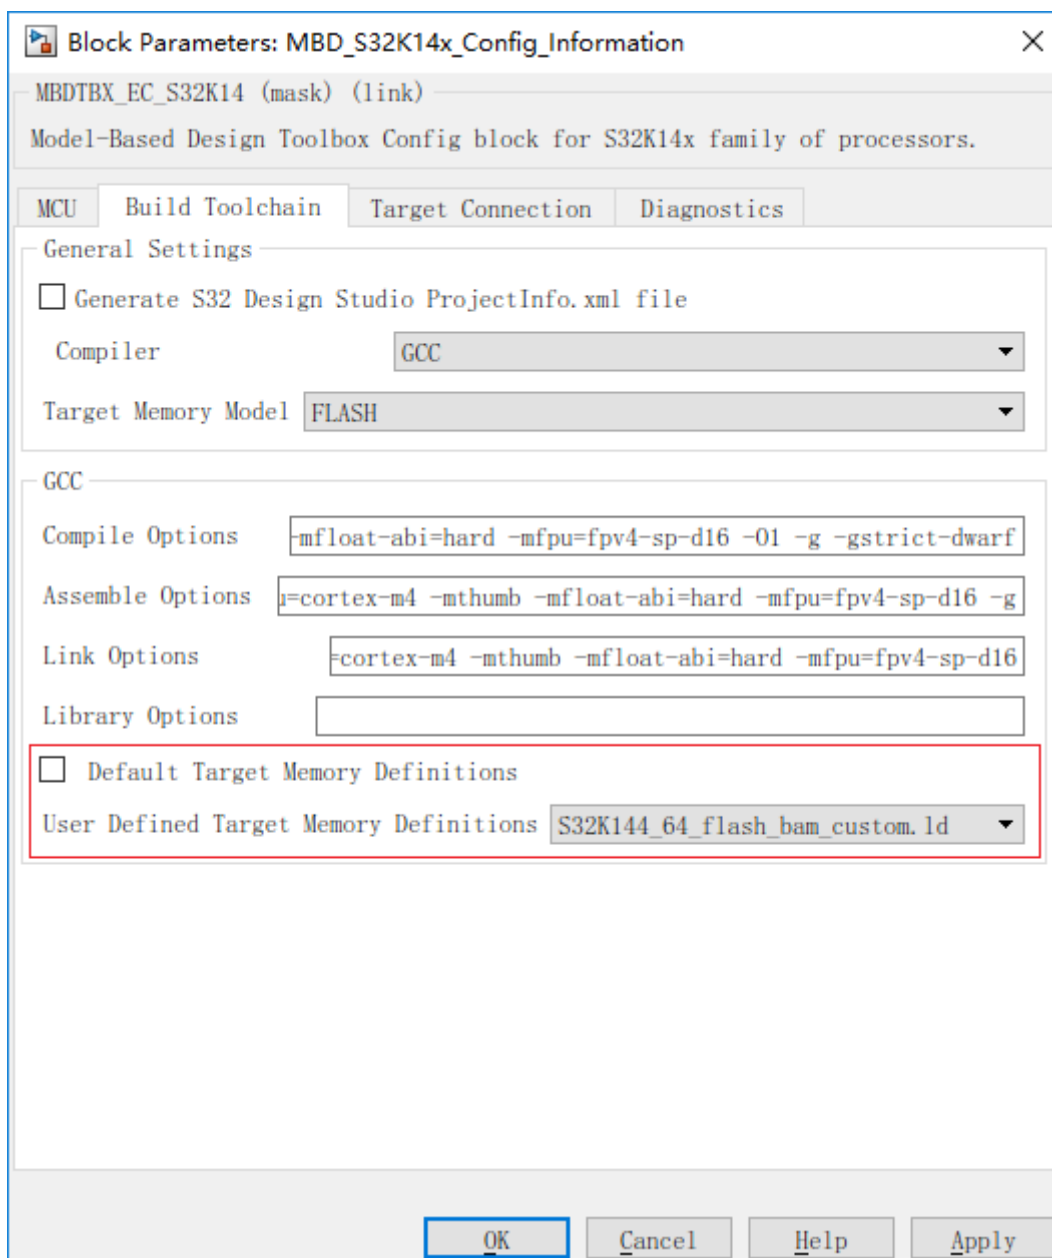

图 2-3 选择 S32K144_64_flash_bam_custom.ld (S32K144_64_flash_bam.ld 不需修改)
- (3) 如果不想修改 S32K144_64_flash_bam.ld，可以将 S32K144_64_flash_bam_custom.ld 复制到"C:\NXP\Toolboxes\NXP_MBDToolbox_S32K1xx\mbdtbx_s32k14x\src\linker\gcc"，并按照图 2-3 所示设置。